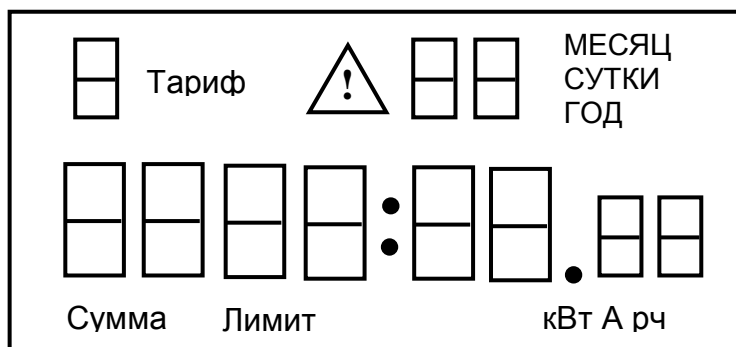

Рисунок 1.2 – Інформація, що виводиться на РКД лічильника
1.3.2.11 РКД використовується для відображення виміряних та накопичених величин, допоміжних параметрів та повідомлень (рисунок 1.2).